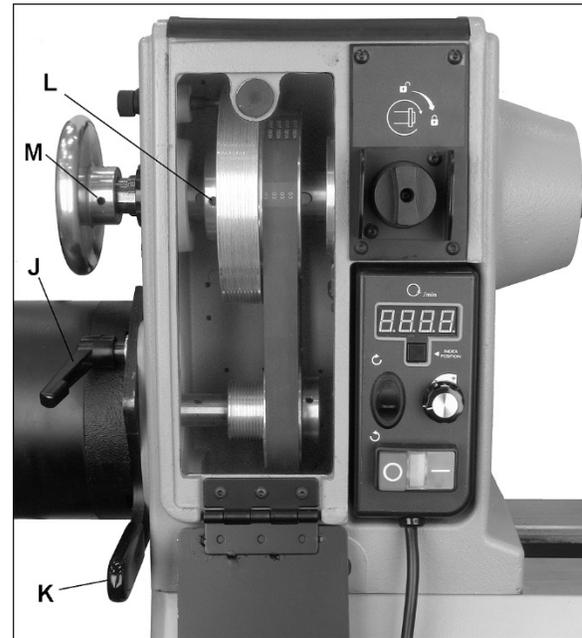

Figura 8-9: alineación de poleas/correas
3. Afloje la manija de traba de pivote (J, Figura 8-9) y levante la manija de tensión (K, Figura 8-9) para subir el motor. Apriete la manija de traba de pivote (J, Figura 8-9) para sujetar el motor en la posición subida.
5. Afloje la manija de traba de pivote (J, Figura 8-9) y baje el motor a la correa de tensión. Asegúrese de que las ranuras de la polea trapezoidal de la correa se asienten debidamente en la muesca correspondiente de la polea. No tense de forma excesiva; una presión muy ligera en la manija de tensión (K, Figura 8-9) es adecuada para impedir el patinaje de la correa.
6. Apriete la manija de traba de pivote (J, Figura 8-9).
Las poleas del motor y del husillo están alineadas por el fabricante, pero si se efectúa cualquier servicio que afecte su alineación es muy importante que se realineen. Para realinearlas, afloje los dos tornillos de presión en la polea del husillo (L, Figura 8-9) con una llave hexagonal, y deslice la polea del husillo a la posición apropiada. Vuelva a apretar los tornillos de presión.
2. Afloje la manija de traba (J, Figura 8-9) y levante la manija (K) para subir el motor.
3. Apriete la manija de traba (J) para sujetar el motor en la posición subida. Deslice la correa sacándola de las poleas.
4. Afloje dos tornillos de presión en el volante (M, Figura 8-9) con una llave hexagonal, y saque tirando el volante del husillo del cabezal.
- Si se reemplaza la polea del husillo, afloje los dos tornillos de presión (L, Figura 8-9), y deslice la polea sacándola del husillo. Instale la nueva polea del husillo, fijando sin apretar los dos tornillos de presión. Asegúrese de que la polea esté debidamente orientada.
- Reinstale el volante y apriete los tornillos de presión (M, Figura 8-9).
- Alinee la polea nueva (vea la sección 8.11) y apriete bien después los dos tornillos de presión (L, Figura 8-9) en la polea.
- Afloje la manija de traba (J) y deje que el motor se baje. No tense de forma excesiva; una presión muy ligera en la manija de tensión (K) es adecuada para impedir el patinaje de la correa.
- Vuelva a apretar la manija de traba (J).